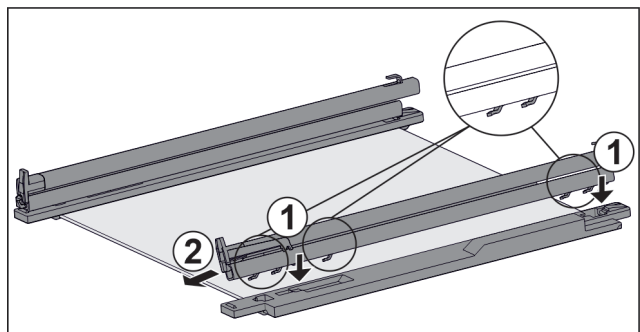

Fig. 100 Скляна пластина з рейками та деталями для підтримки
- ▶ Одягти гаки рейки на отвори **лівої** деталі для підтримки. Fig. 100 (1)
- ▶ Потягніть рейку вперед. Fig. 100 (2)
- ▶ Одягти гаки рейки на отвори **правої** деталі для підтримки. Fig. 100 (1)